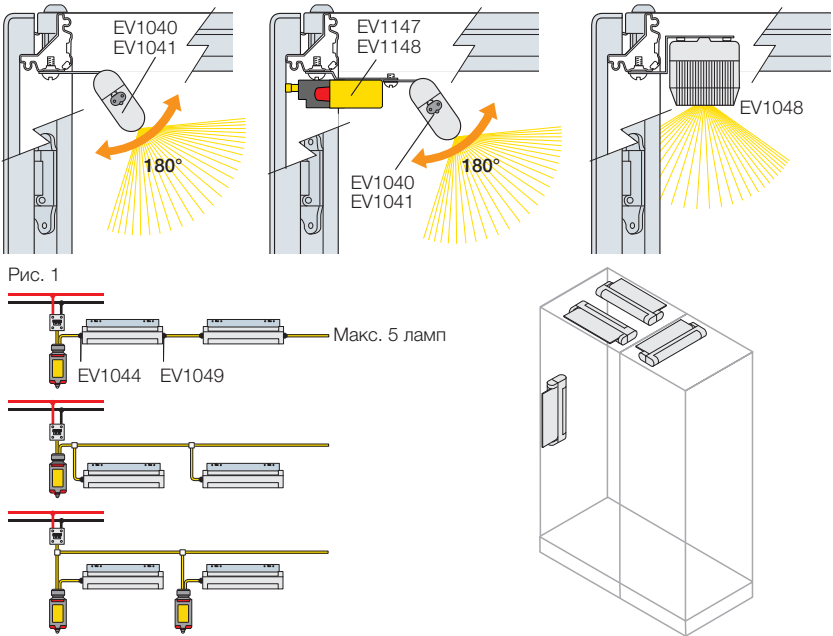

Рис. 1
- возможность установки до 5 светильников в ряд (рис.1), данный ряд ламп может контролироваться от одного микровыключателя, что упрощает монтаж и экономит количество проводов.